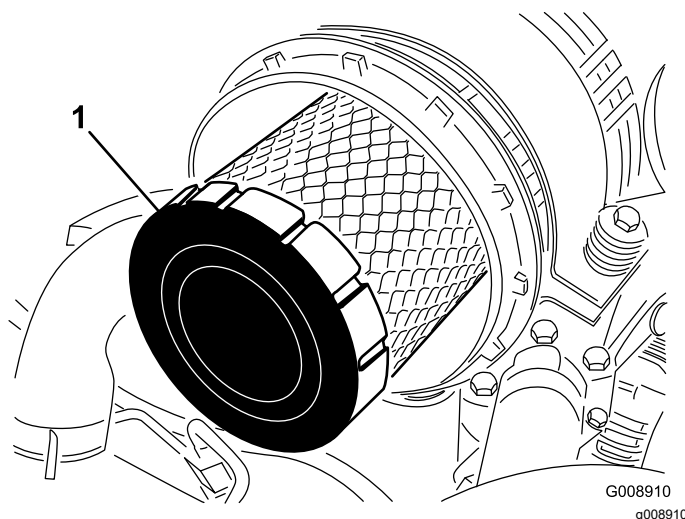

Figura 52
4. Togliete il filtro primario e sostituitelo (Figura 52).